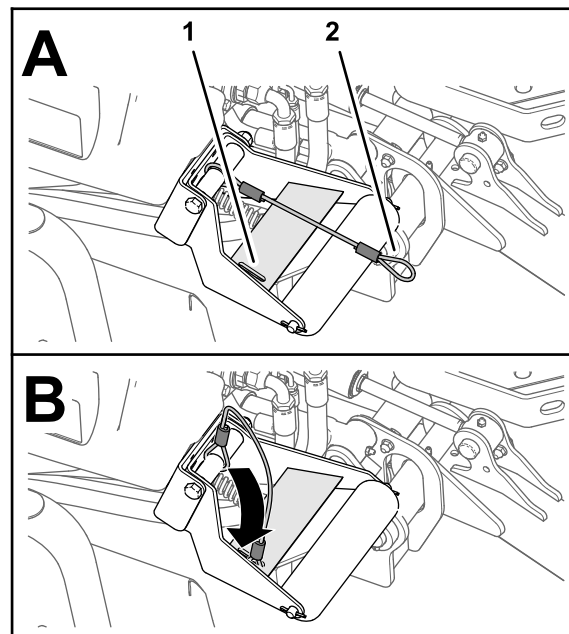

図 72
4. カッティングユニットを降ろした状態で、ランヤードの輪を、ローラサポートの補強プレートのスロットに差し込む図 72。